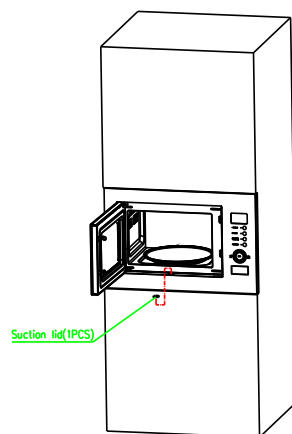

Fig.6
f) Instale a protecção no orifício onde colocou o parafuso, como mostra Fig 6.